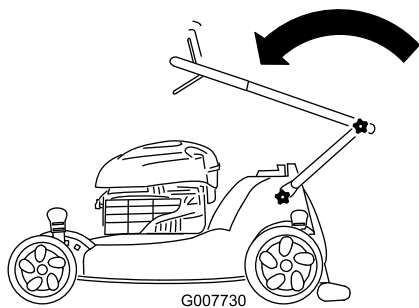

Рисунок 53
2. Поверните верхнюю рукоятку вперед, как показано на Рисунок 53.